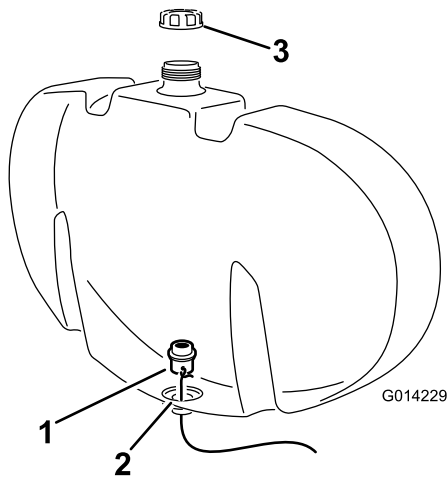

Bild 3
E. Verlegen Sie den Schott mit dem Draht zum offenen Loch unten im Behälter (Bild 3).
F. Bringen Sie den Schott in die richtige Stellung und stellen Sie sicher, dass der O-Ring an der Innenwand des Spülbehälters anliegt (Bild 3).